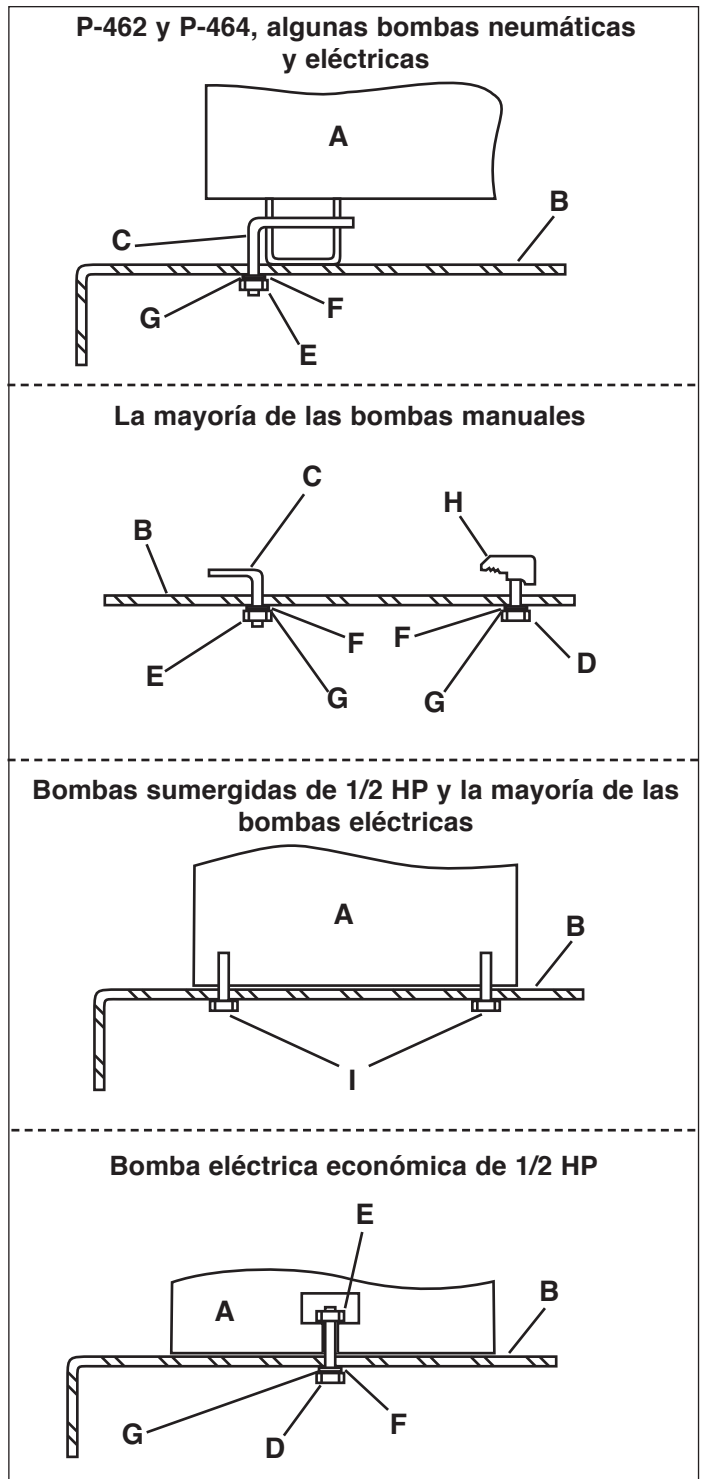

Figura 3. Instalación de la bomba en el soporte de montaje
4. En la siguiente tabla se muestra el conjunto para montaje que se utiliza con modelos de bomba Enerpac. Instale la bomba en el soporte de montaje como se muestra en la Figura 3. Apriete bien todos los pernos.
- Legenda para la Figura 3:**